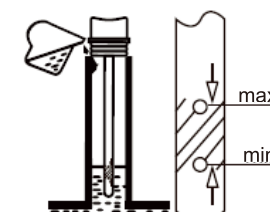

Fig. 10
1. Dévisser et retirer le bouchon du réservoir d'huile (15).
3. Contrôler régulièrement le niveau d'huile pendant le remplissage. Essuyer la jauge d'huile, la remettre en place, serrer le bouchon de remplissage, puis retirer la jauge de nouveau. Le niveau d'huile doit se situer entre les repères « min » et « max » indiqués par les deux flèches. Ajouter de l'huile si nécessaire. Ne pas dépasser le repère « max » (Fig. 10).
4. Essuyer l'huile renversée avec un chiffon doux et refermer le bouchon du réservoir d'huile (15).